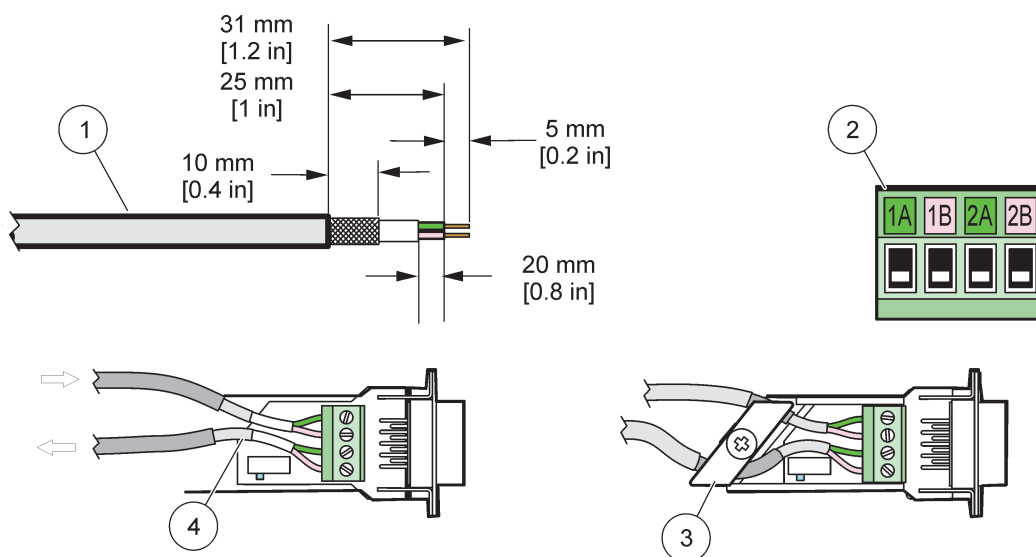

Figura 29 Remoção do isolamento do cabo de comunicação
1. Retire o isolamento do cabo de comunicação (Figura 29).